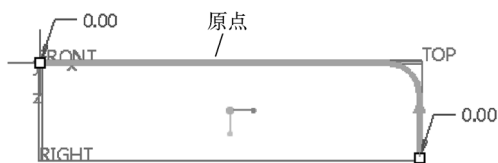
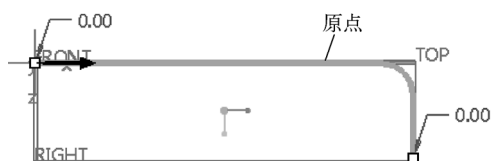

图 4-50 默认为原点轨迹
图 4-51 更改原点轨迹的起点方向
5) 刚绘制的开放曲线被默认选置为原点轨迹, 如图 4-50 所示。若要改变轨迹起点, 则在图形窗口中单击原点轨迹上的默认起点箭头, 使起点箭头切换到原点轨迹的另一端, 如图 4-51 所示。此时, 如果打开“扫描”选项卡的“参考”面板, 则可以看到默认的“截面控制”方式为“垂直于轨迹”, “水平/竖直控制”方式为“自动”, “起点的 X 方向参考”为“默认”。